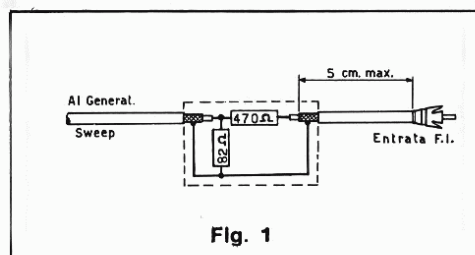
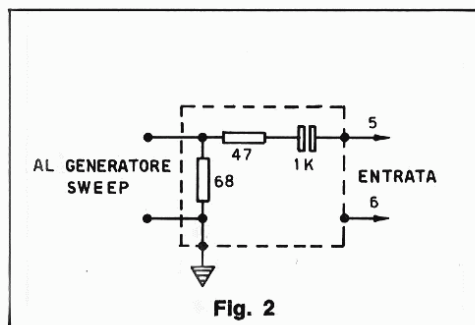

Fig. 1
Fig. 2
In fig. 1 è indicato il tipo adatto per i televisori con gruppi separati VHF - UHF; in fig. 2 quello per i televisori con sintonizzatore integrato a varicap.
— collegare l'uscita dello « sweep » al punto di taratura n. 5 del sintonizzatore VHF attraverso l'adattatore di fig. 1.
- collegare l'uscita dello «sweep» al punto di taratura del sintonizzatore VHF/UHF attraverso l'adattatore di fig. 2.